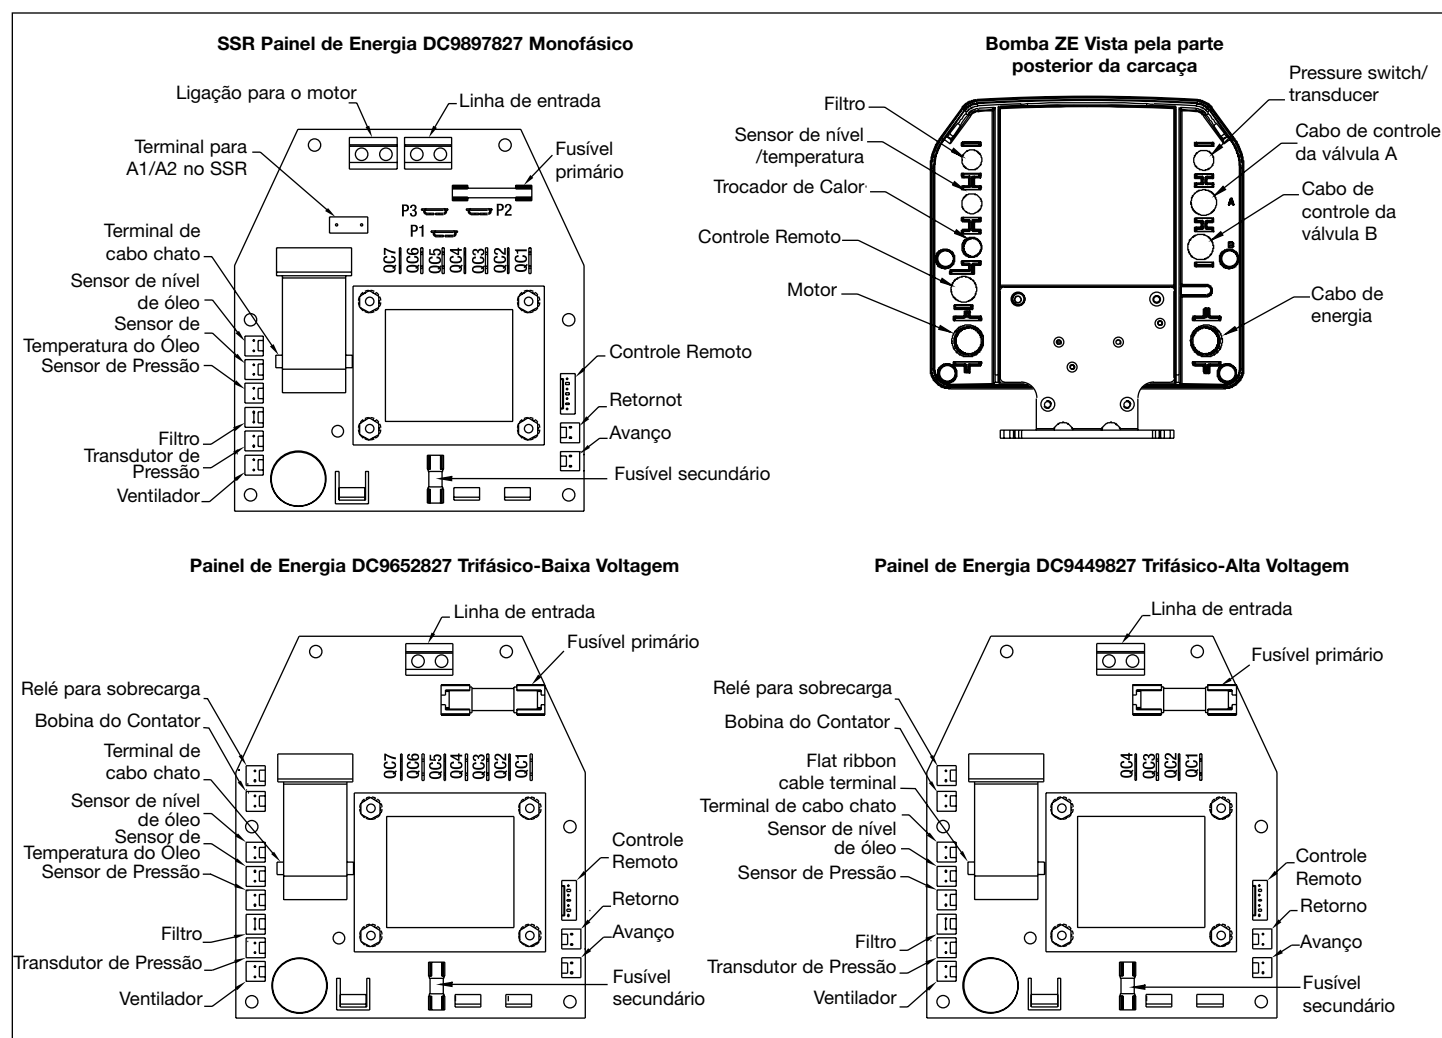

Figura 10, Configuração do Painel de Energia Elétrica.
O transdutor de pressão, o trocador de calor, o sensor de pressão, controle/ pedal de controle, as válvulas solenóides (A) e (B) são fornecidos com conectores adequados para o encaixe apropriado no painel de controle elétrico.(Figura 10).
Desconecte a unidade da fonte de energia antes de abrir a caixa de eletricidade. Remova a metade do LCD e um plugue pequeno com furo do painel posterior. Direcione a fiação através do painel posterior, conecte com o painel de energia (ver figura 10), e fixe o tensor de alívio. Instale a metade da carcaça.